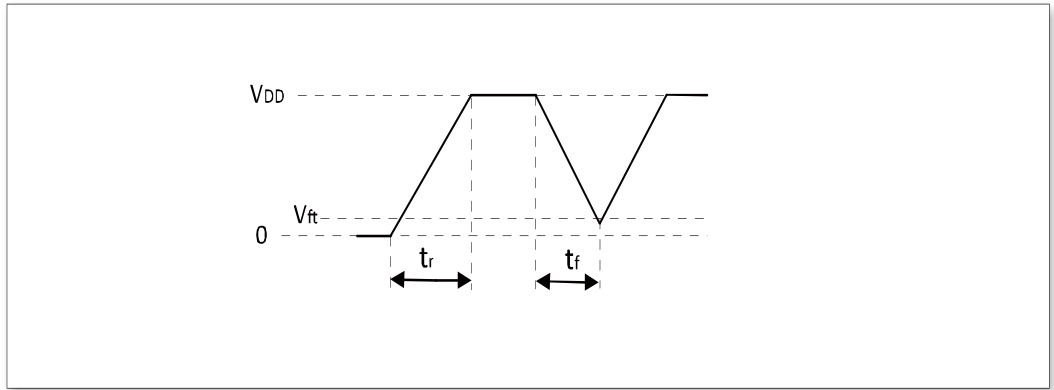

图 5-5 上电与掉电波形
1. 芯片上与掉电 V_{DD} 波形需严格遵循图 5-5 中 t_r 和 t_r 阶段，上电过程不得出现掉电现象。